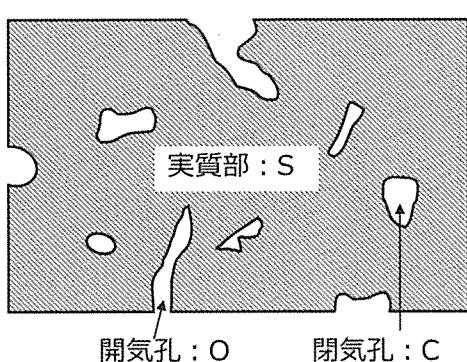
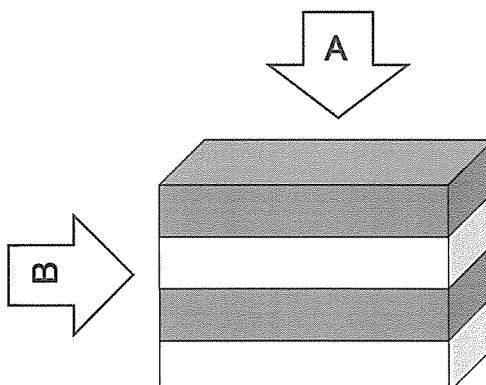

図1. 焼結体の構造モデル
図2. 積層複合材料の構造モデル
- (1) セラミックスはその緻密化度により特性値が変化するため、作製した焼結体の密度測定は必須といえる。図1のような焼結体構造をもつサンプルについて、水を用いたアルキメデス法で密度測定する。サンプルの乾燥重量を W_1 、実質部（斜線部）、開気孔、閉気孔の体積をそれぞれ V_s 、 V_o 、 V_c としたとき、真密度、かさ密度、見かけ密度の計算式をそれぞれ表せ。また、アルキメデス法測定におけるサンプルの水中重量を W_2 、含水重量を W_3 、水の密度を d_w としたとき、かさ密度および見かけ密度の計算式を示せ。ただし、閉気孔には水は浸入できないとする。
- (2) 60.0 %の相対密度をもつ円柱形の粉末成形体が、焼結後にその直径が 22.0 %収縮した。焼結体の相対密度を有効数字3桁まで求めよ。ただし、焼結前後で試料重量および高さは変化しないものとする。
- (3) 図2に示すような積層型複合材料を作製した場合において、A方向もしくはB方向から熱流を与えた場合のそれぞれの方向におけるみかけの熱伝導率 λ_A, λ_B を、各層の体積分率および熱伝導率は V_1, V_2 および λ_1, λ_2 を用いて表せ。ただし、添え字1が第1層（灰色）、2が第2層（白色）である。
- (4) 図2の積層型複合材料について、A方向もしくはB方向から別個に同じ値の圧縮応力を負荷したところ、圧縮方向のみかけの変形量がB方向に対してA方向が1.8倍大きい値を示した。各層の体積分率は等しい ($V_1 = V_2$) としたとき、第2層の弾性率は第1層の何倍となるか、整数で導出過程を含めて答えよ。ただし、変形は応力方向のみ考えれば良いとする。